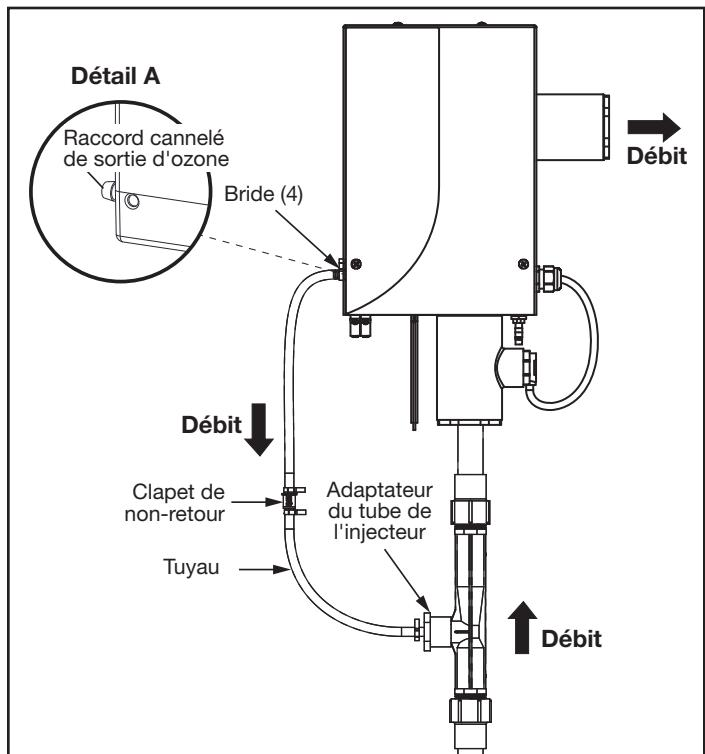

Figure 6. Conduite de gaz du système Jandy Offline AOP
2. Retirer l'adaptateur du tube de l'injecteur de l'injecteur (se reporter à la Figure 6) situé sous l'entrée d'eau du système Jandy AOP.
2. Desserrer les colliers de serrage aux deux extrémités de la conduite de gaz d'ozone. Retirer l'ensemble de tuyaux du raccord cannelé de sortie d'ozone sur le côté gauche du boîtier et du raccord cannelé de l'adaptateur du tube de l'injecteur. Voir le Détail A sur la Figure 6.
3. Orienter la conduite de gaz d'ozone comme indiqué sur la Figure 6 (**noter le sens du débit**), en s'assurant que le gaz s'écoule vers le collecteur de l'injecteur. Rebrancher sur les raccords cannelés d'air de la sortie d'ozone et de l'adaptateur du tube de l'injecteur. Serrer les brides à la main.